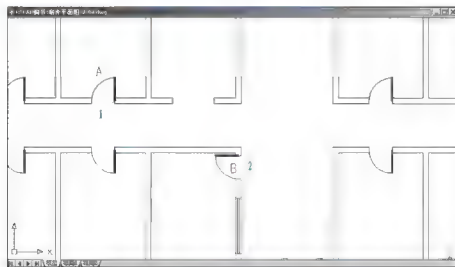

图 2.95 旋转 B 门
- ① 单击【修改】工具栏上的【复制】图标, 启动【复制】命令。
- ② 在【选择对象】: 提示下, 选择 A 门作为被复制的对象, 并按 Enter 键进入下一步命令。
- ③ 在【指定基点或 [位移 (D)] < 位移 >: 提示下, 捕捉 A 门的 1 点作为复制基点。
- ④ 在【指定基点或 [位移 (D)] < 位移 > 指定第二个点或 < 使用第一个点作为位移 >: 提示下, 捕捉 B 门洞口的 2 点。这样, 就将 A 门复制到了 B 门洞口处。
(2) 用【旋转】命令将 B 门旋转到位。
- ① 单击【修改】工具栏上的【旋转】图标, 或在命令行输入“RO”并按 Enter 键, 启动【旋转】命令。
- ② 在【选择对象】: 提示下, 选择 B 门, 此时该门变虚, 按 Enter 键进入下一步命令。
- ③ 在【指定基点】: 提示下, 选择 2 点作为 B 门旋转的基点。
- ④ 在【指定旋转角度, 或 [复制 (C) / 参照 (R)] < 0 >: 提示下, 输入“90”, 按 Enter 键结束命令, 结果如图 2.95 所示。